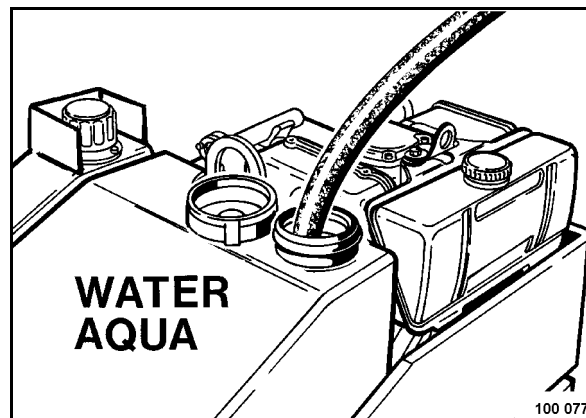

Рис. 58
- Открыть крышку (Рис. 58), долить воду и закрыть крышку.